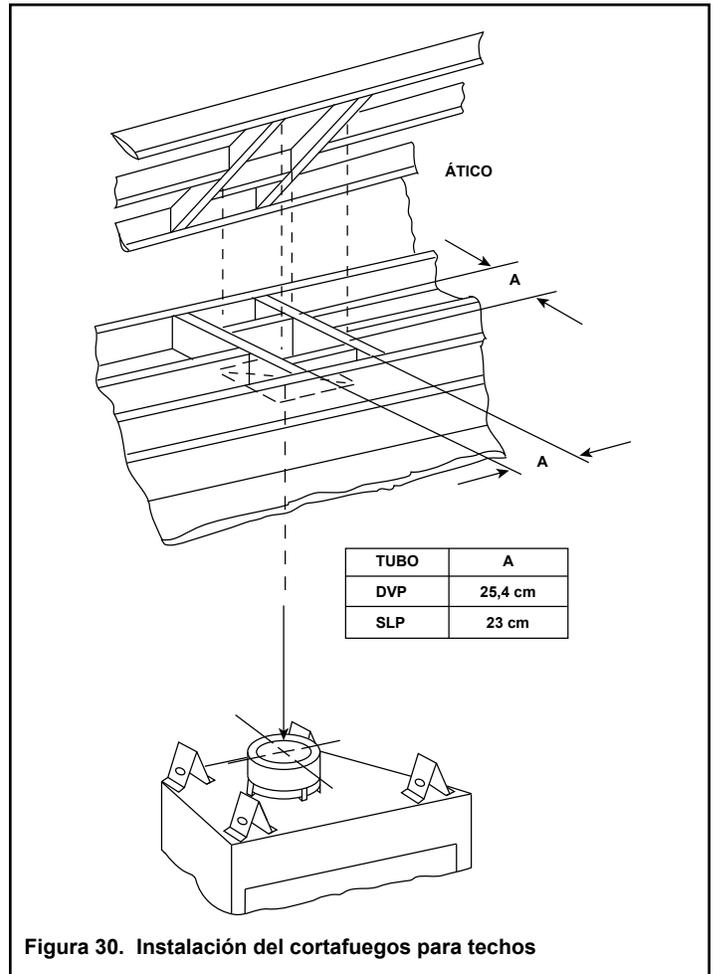

Figura 30. Instalación del cortafuegos para techos
- Si el conducto de humos debe atravesar un techo/piso, encuadre un orificio de 23 cm x 23 cm (consulte la figura 30). Para mantener las distancias de separación adecuadas entre el conducto de humos y los materiales inflamables, es posible que se requiera un orificio más grande si el techo está muy inclinado.